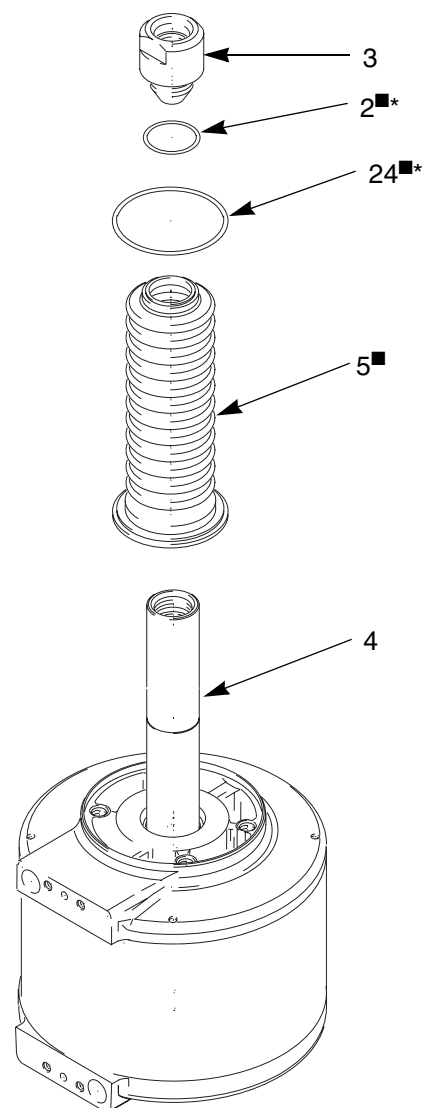

FIG. 10
2. Dissocier le corps (6) du moteur pneumatique en retirant les vis (10). Attention de ne pas perdre les rondelles correspondantes (11).
3. Tirer sur le raccord fileté (3) pour vérifier si la tige de piston (4) est complètement déployée.
4. Desserrer et retirer le raccord fileté (3).
5. Enlever le soufflet (5 ■) et les joints toriques (24■, 2■) (FIG. 10).
Voir FIG. 10.